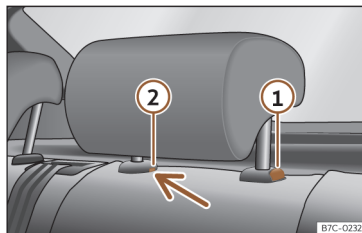

Fig. 94 Apoyacabezas trasero: desmontaje.
- Pulse la tecla >>> fig. 94 ①, apretando a la vez por el orificio del seguro ② con un destornillador plano de máximo 5 mm de anchura y retire el apoyacabezas.